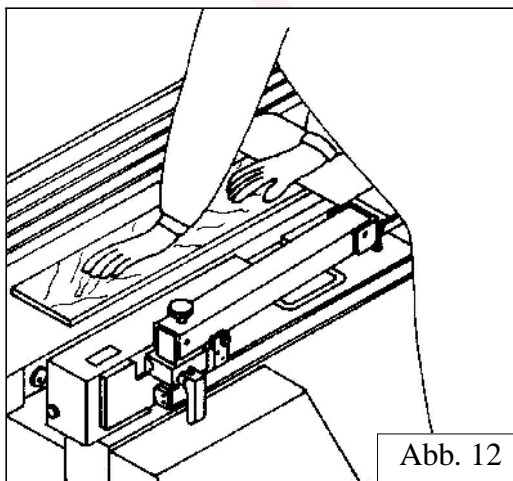

Abb. 12
- Das Werkstück wird nach vorne auf die Eingangstischplatte mit den Handflächen ausgedrückt, indem die Hände nacheinander auf die Sicherung der Messerwelle hindurchgehen /Abb. 12, 13/.